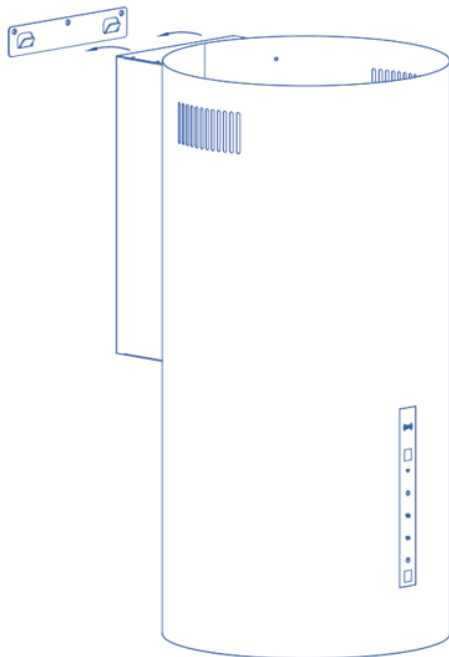

Рис.3
- Повесьте вытяжку на кронштейн, как показано на рис. 3.